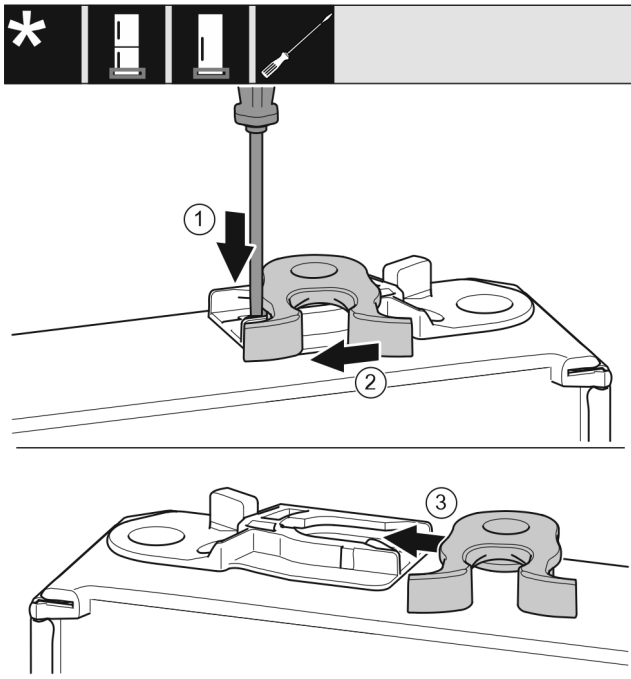

Fig. 22
- ▶ 用带槽螺丝刀向下按住接片 Fig. 22 (1)。
- ▶ 将锁钩 Fig. 22 (2)从导向装置拉出。
- ▶ 将另一侧的锁钩 Fig. 22 (3)推入导向装置。